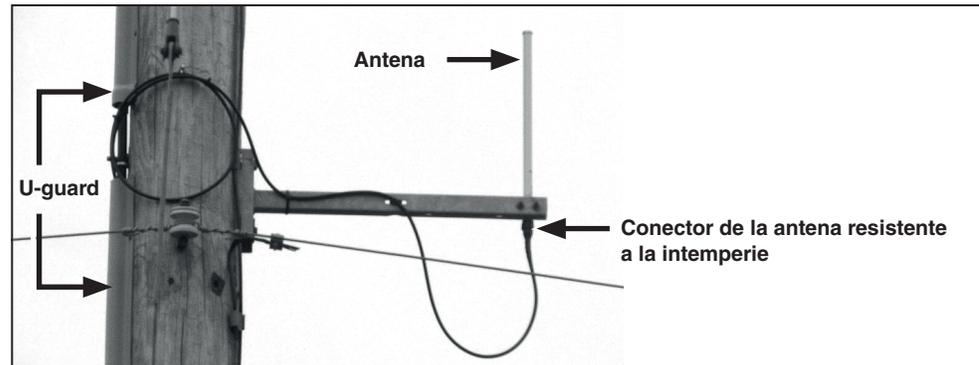

Figura 8. La antena remota.
- PASO 7.** Envuelva atando el cable a la ménsula de la antena. Cree un bucle de goteo debajo de la antena. Se recomienda el uso de U-guard para proteger los cables. No utilice grapas. Vea la Figura 8.